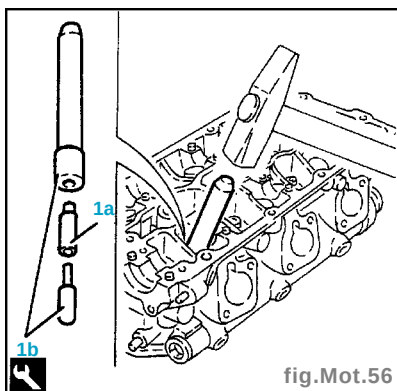

fig. Mot.56
- Monter les guides-soupapes (1a) à l'aide de l'outil (1b) (fig. Mot. 56).